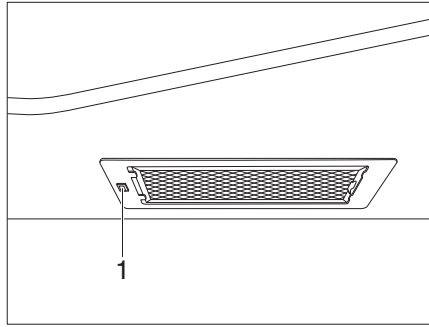

Fig. 317 Hotte aspirante
- Allumer et éteindre la hotte aspirante avec l'interrupteur (Fig. 317,1).